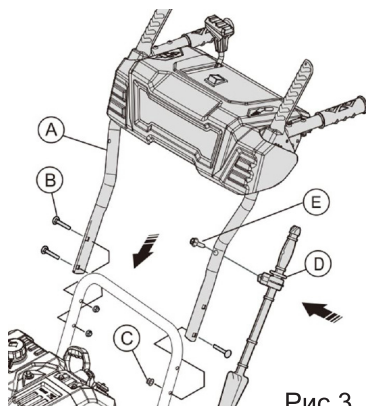

Рис.3
Совместите отверстия в верхней части рукояток с приборной панелью (А) с нижней частью рукояток (Рис. 3) зафиксируйте их положение тремя болтами М8х45 (В и С).
С помощью болта и гайки (Е, рис.3) установите на левой (со стороны оператора) рукоятке кронштейн в (D) в котором будет размещаться лопатка для очистки снега из области кожуха и крыльчатки.